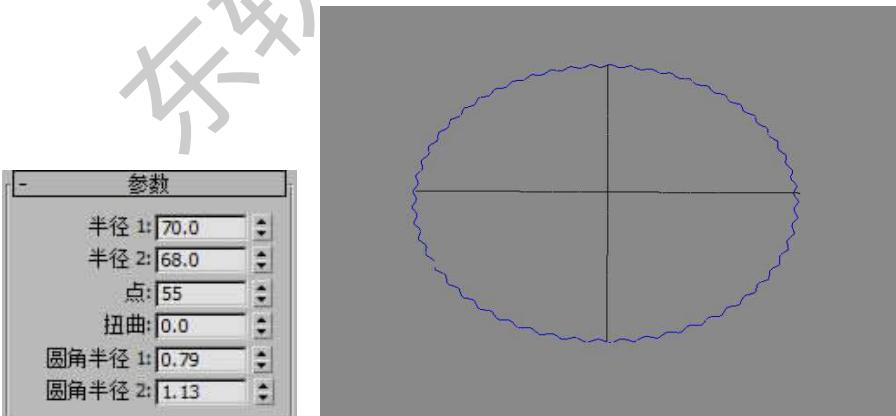

图 2-57 创建星形
Step 1. 选择 创建面板→ 图形→星形, 将星形的点数设置为 55, 适当的调节一下圆角半径, 注意该值不要太大, 否则会出现圆角半径交叉, 如图 2-57 示。